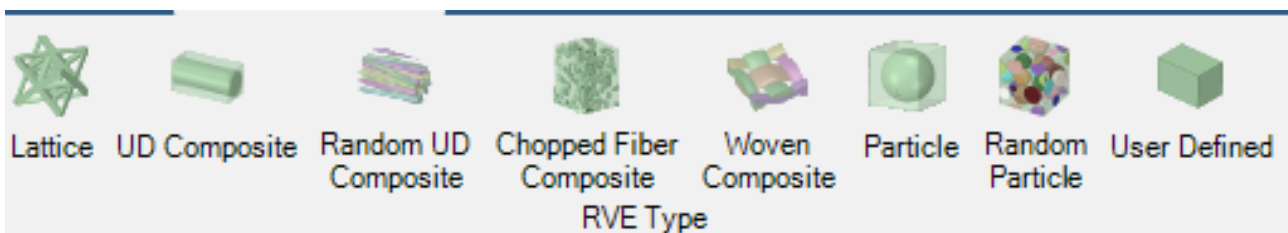

Рис. 7. Выбор объемного элемента модифицированной микроструктуры
4. В верхней панели инструментов (рис. 7) выбираем тип объемного элемента модифицированной микроструктуры, согласно своему варианту таблицы.